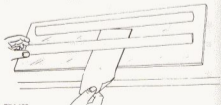
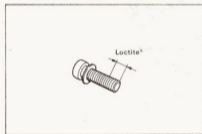

Bild 182
Bild 183
- Gabelstandrohre dürfen nicht verbogen sein. Prüfung lt. Bild 182.
- Gabelstandrohr nahezu waagrecht halten, Dämpferkolben (10) mit aufgesteckter Anschlagfeder (13) und aufgezogenem Kolbenring (12) mit schlankem Teil voran von oben in Gabelstandrohr einführen und so weit durchschieben, bis der schlanke Teil unten aus dem Gabelstandrohr austritt. Ganz ausziehen, bis Anschlagfeder anschlägt.
- Konische Hülse (15) mit dem Konus nach oben auf schlanken Teil des Dämpferkolbens aufsetzen.
- Ist untere Gleitbuchse (14) am Gabelstandrohr angebracht?
- Gabelgleitrohr über Standrohr schieben, bis konische Hülse (15) Boden des Gleitrohrs berührt.
- Schraube (16) mit Kupferdichtung (wie in Bild 183 gezeigt) mit Loctite gesichert ansetzen und festziehen (20 Nm). Wenn erforderlich Gegenhalter lt. Bild 56.14 benutzen.